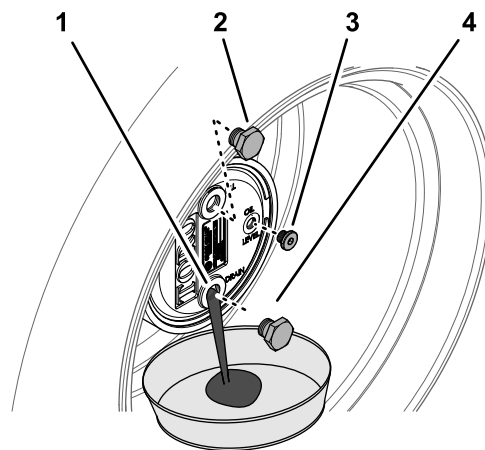

Figura 100
2. Rimuovete il tappo di riempimento nella posizione a ore 12 e il tappo di controllo nella posizione a ore 3 (Figura 100).
3. Mettete una bacinella sotto il mozzo del planetario, togliete il tappo di spurgo nella posizione a ore 6 e lasciate defluire l'olio (Figura 100).
5. Inserite il tappo di spurgo nel foro di spurgo dell'alloggiamento degli ingranaggi planetari (Figura 100).